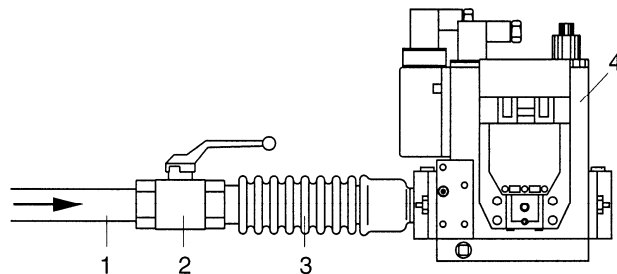

Fig. 3
- Brancher un manomètre sur la prise de pression située en amont (4) du groupe soupapes (Fig. 3).